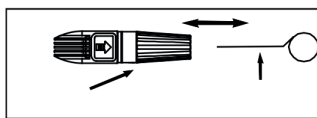

Fig. 2
- Utilice el kit de limpieza proporcionado, o cualquier elemento puntiagudo para limpiar la boquilla, por ejemplo, inserte un clip desplegado en el orificio de la boquilla. Muévalo hacia adentro y hacia afuera hasta retirar todo el polvo y la suciedad. Fig. 2.